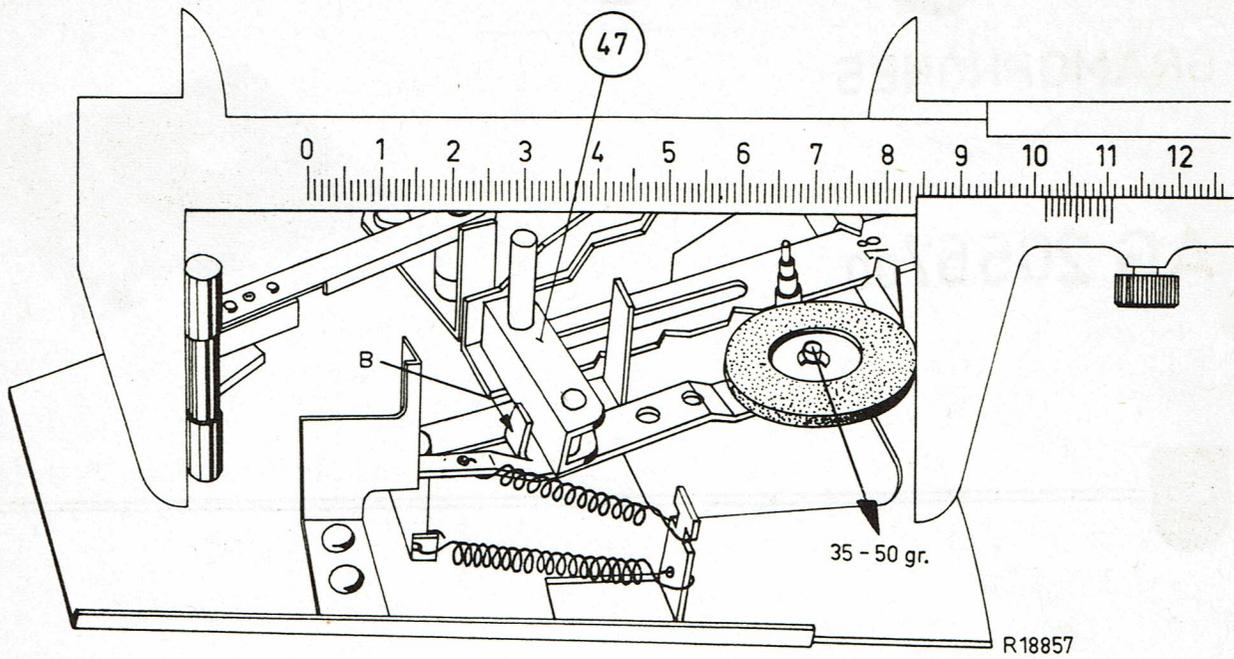

Fig.1
Au moyen d'un pied à coulisse on peut contrôler ceci. Ce pied -- réglé à 101,5 mm -- est tenu sur la roue intermédiaire et l'axe du plateau (voir fig. 1), tandis que la roue intermédiaire est légèrement repoussé.
4. La pression de la roue intermédiaire contre la poulie est d'environ 30 - 50 gr. (Voir la fig. 1).